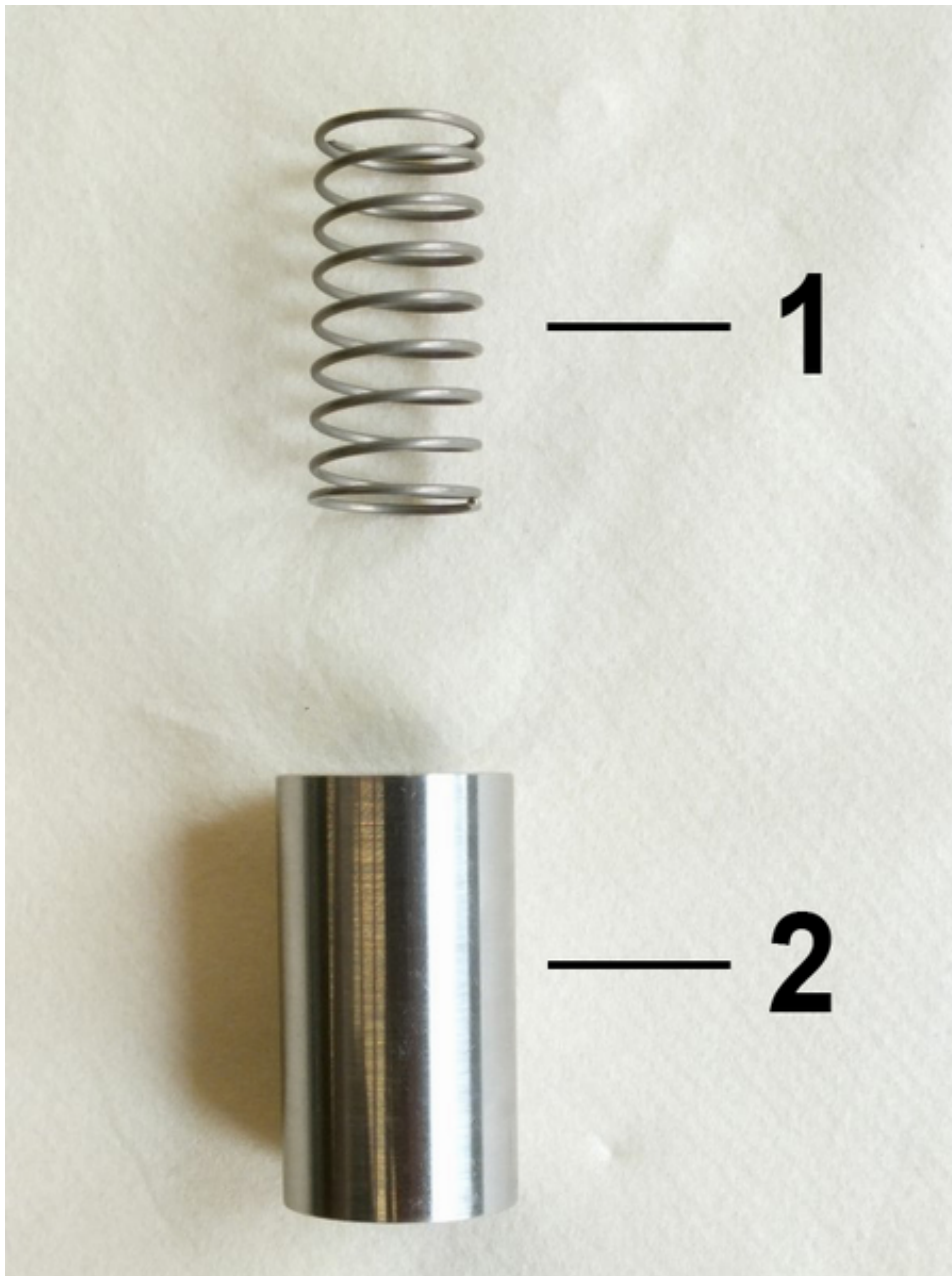

Abb. 42: Feder und Schwebekörper
5. ➤ Feder (Abb. 42/1) und Schwebekörper (Abb. 42/2) als Innenteile des Strömungswächters